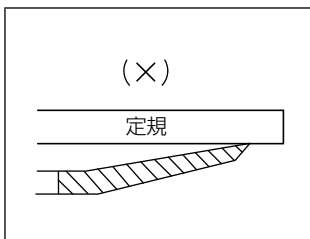
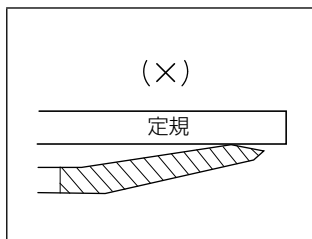

図 24-1
図 24-2
- (2) (図 24-1) および(図 24-2)のように研磨すると厚みムラの原因となります。